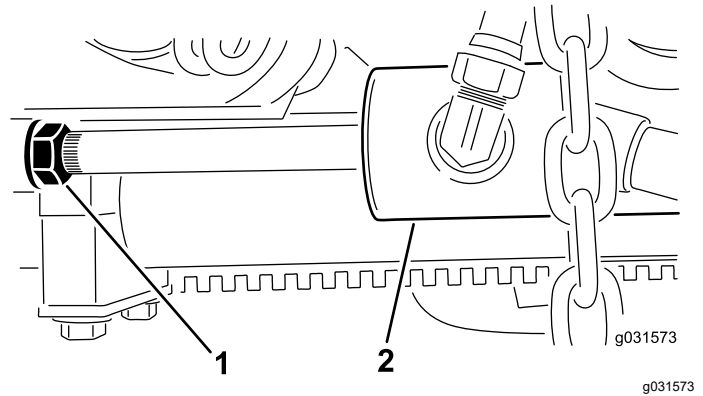

Figura 15
- B. Allentate il controdado sul cilindro (Figura 15).